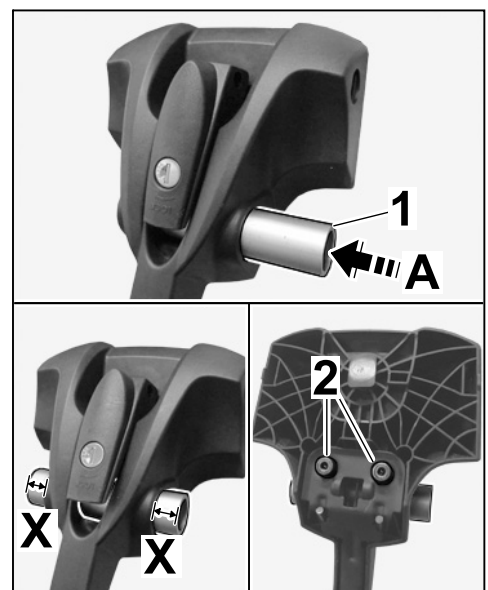

Bild 17
1.7.2 Steckachse in Aufnahme Vorderradgabel einführen (⇒ *Bild 17-A-*).
Überstand (⇒ *Bild 17-X-*) rechts und links an Aufnahme Vorderradgabel gleichmäßig ausrichten.